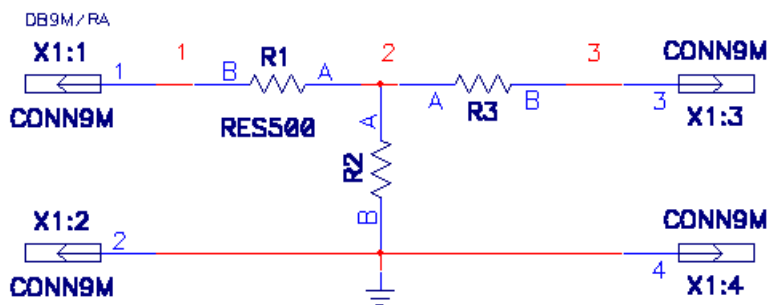

Рис. 6-47. Схема делителя напряжения
**• Создайте самостоятельно список цепей в формате Tango для резистивного делителя показанного на рис. 6-47**